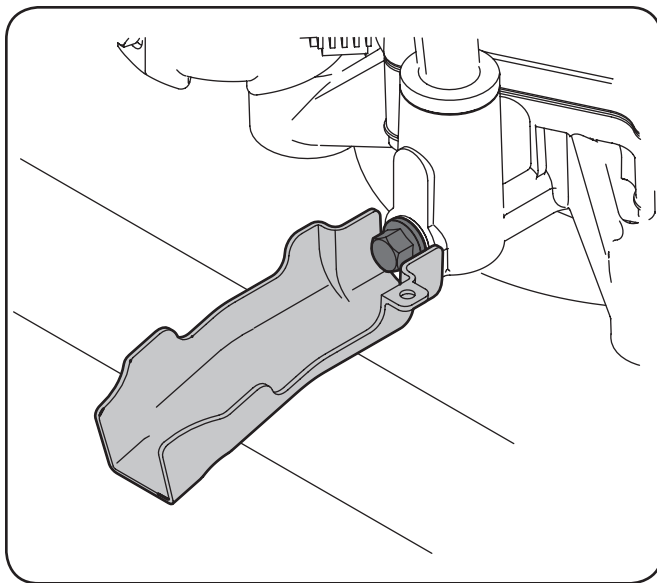

Figura 6-2
2. Coloque el extremo pequeño del manguito de drenaje del aceite en el cárter de aceite. Vea la Figura 6-2.